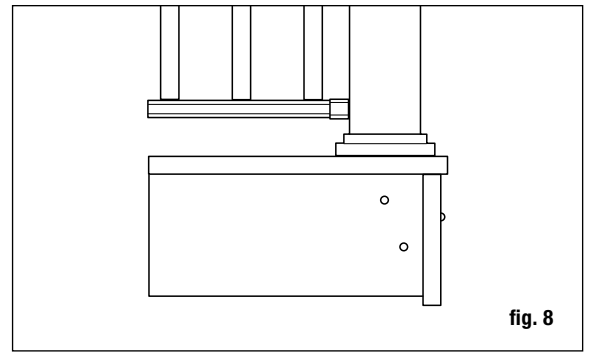

fig. 8
**Étape 3** Grâce au niveau, positionnez, mettez le poteau à niveau et maintenez-le avec un serre-joint à la face intérieure de la solive. Remettez à niveau. Le poteau de garde-corps de 10 x 10 cm (4 x 4 po) devrait être boulonné à l'intérieur de la solive avec deux boulons de carrosserie galvanisés 1/2 x 6 po. Les poteaux de coin utilisent un troisième boulon de carrosserie inséré à travers la solive adjacente (fig. 8).
**Étape 3** Grâce au niveau, positionnez et mettez le poteau du garde-corps d'escalier à niveau et maintenez-le avec un serre-joint à la face intérieure du limon. Remettez à niveau. Le poteau du garde-corps d'escalier de 10 x 10 cm (4 x 4 po) devrait être boulonné à l'intérieur du limon d'escalier en utilisant deux boulons de carrosserie galvanisés 1/2 x 6 po. Les poteaux de coin utilisent un troisième boulon de carrosserie inséré à travers la solive adjacente (fig. 8). Les poteaux au niveau du sol devraient être installés dans le béton.